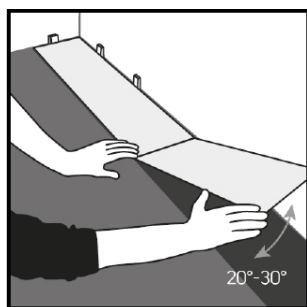

FIG 2
- Posez la première rangée en veillant à ce que les côtés courts s'emboîtent (fig. 2).